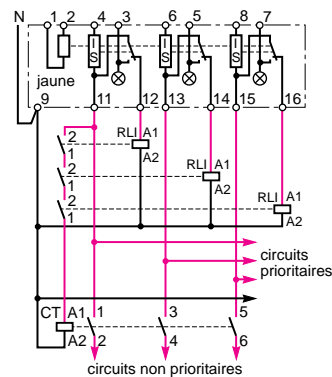

Fig. 7. Permet le délestage et le relestage de 3 phases en simultané (récepteur triphasé sur circuit non prioritaire).
- délestage-relestage de récepteurs triphasés (fig. 7).